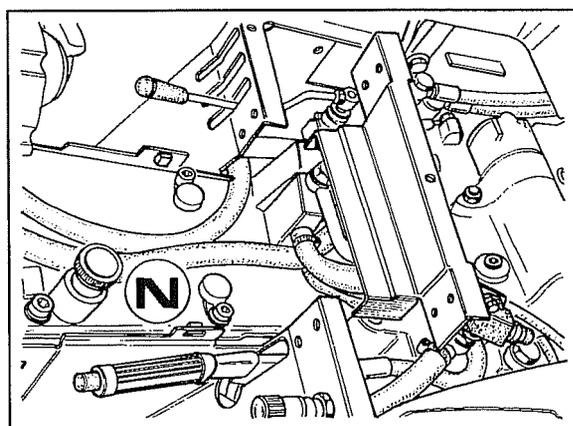

Abb. 3
- 3 Den Deckel des Getriebegehäuses **N** Abb. 3 entfernen.